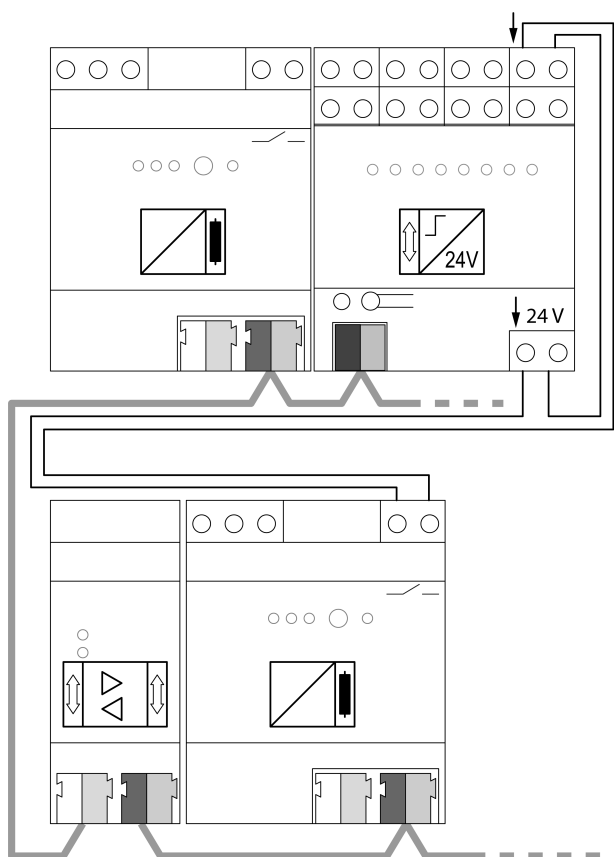

Figure 6: Exemple d'utilisation – Entrée binaire KNX sur la ligne principale pour la détection et la signalisation centrale des messages de diagnostic
- Raccorder l'entrée binaire KNX conformément à l'exemple de raccordement (Figure 6).